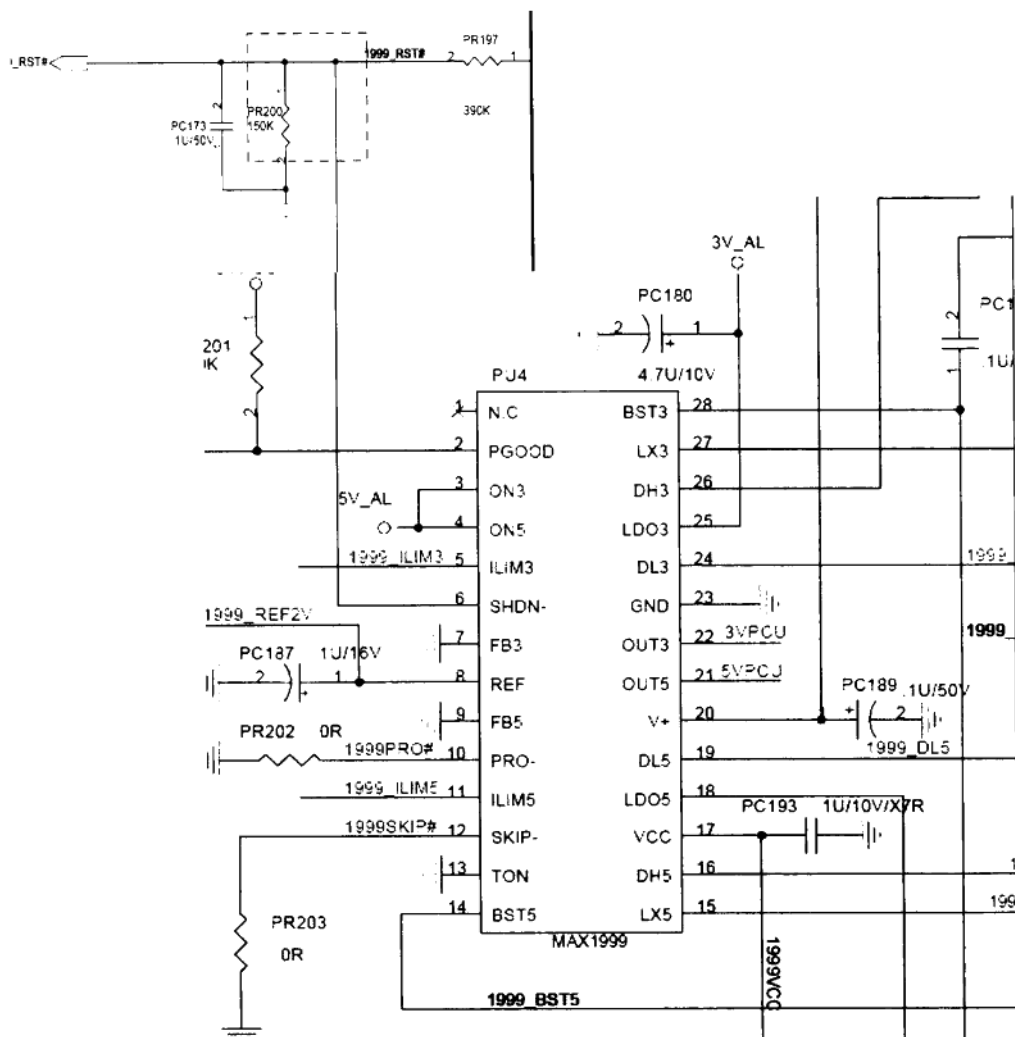

图 2-21 惠普 DV1000 笔记本电脑 3V、5V 的供电单元电路（工厂图）
1. 惠普 DV1000 笔记本电脑的 3V、5V 供电单元电路采用的供电芯片是 MAX1999 (如图 2-21 所示)。
由图 2-21 可知,其关键引脚: 20 脚 V+主供电来自保护隔离电路, 6 脚主控制信号是主供电,经过 PR107 390k Ω 电阻和 PR200 150k Ω 电阻串联分压得到 5V 左右的高电平。3 脚 ON3、4 脚 ON5 的单元控制信号是由 18 脚的 LDO5 输出的 5V 线性电压提供的, MAX1999 供电芯片有了主供电、主供制信号、激放电路供电、单元控制信号,就会工作输出 3.3V、5V。惠普 DV1000 笔记本电脑的 3V、5V 供电单元电路不受其他电路控制,只要接上电源适配器,在供电芯片和外围电路良好的情况下就自动输出 3.3V、5V。